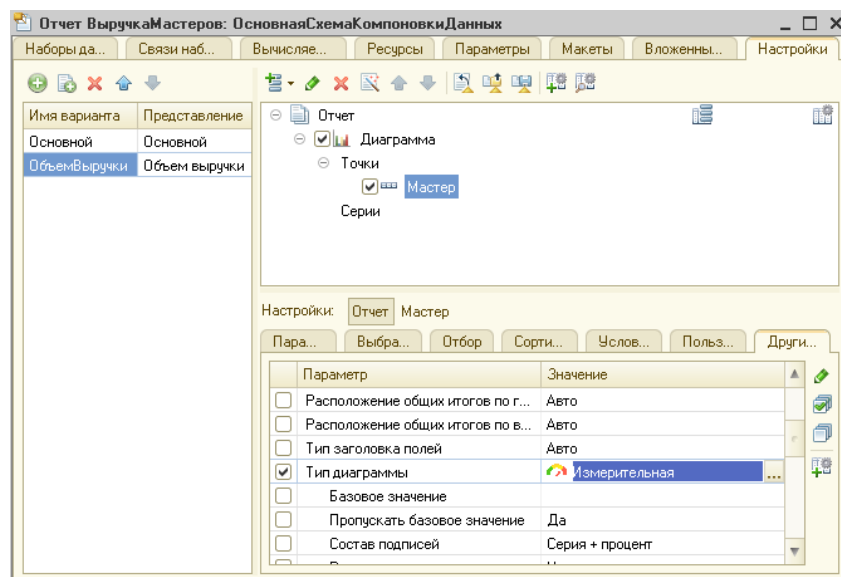

Рисунок 90 Настройки отчета
22. На вкладке **Другие настройки** укажите **Тип диаграммы** Измерительная (рис. 90).